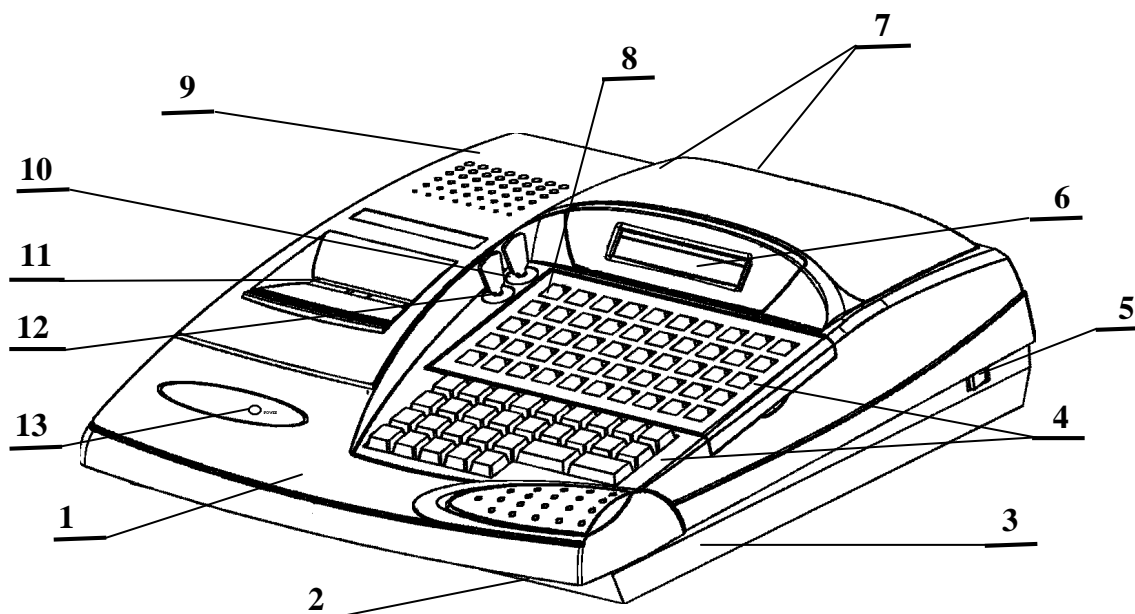

Abb. 1-1 Kasse - Frontansicht
Die Kasse besitzt zwei Zugangsschlösser hier A und B (siehe Abb.1-1). Die Schlösser besitzen verschiedene Schlüssel die auch entsprechend mit A (Kassierer) und B (Master bzw. Schichtleiter) gekennzeichnet sind.
Die Kasse in der Version ohne Akku wird über den Netzschalter eingeschaltet. Dieser Schalter ist in der Abb. 1-1 mit der Nr. 5 gekennzeichnet.
- NETZSCHALTER ( Nr. 5 in der Abb. 1-1) – nach dem Betätigen dieses Schalters wird der Akku geladen und wenn gleichzeitig der HAUPTSCHALTER eingeschaltet ist, wird dadurch die Kasse eingeschaltet (das Einschalten des Netzschalters wird hierbei durch die Leuchtdiode POWER angezeigt).
- HAUPTSCHALTER ( Nr. 2 in der Abb. 1-1) – nach seinem Einschalten ist die Kasse betriebsbereit. Ist der Hauptschalter eingeschaltet übernimmt der Akku automatisch die Stromversorgung falls die Netzspannung ausfällt oder der Netzschalter ausgeschaltet wird. Die Aufladezeit nach vollem Entladen des Akkus, beträgt ca. 24 Std. Deswegen sollte der Akkubetrieb nur im Notfall , nicht zyklisch, genutzt werden.